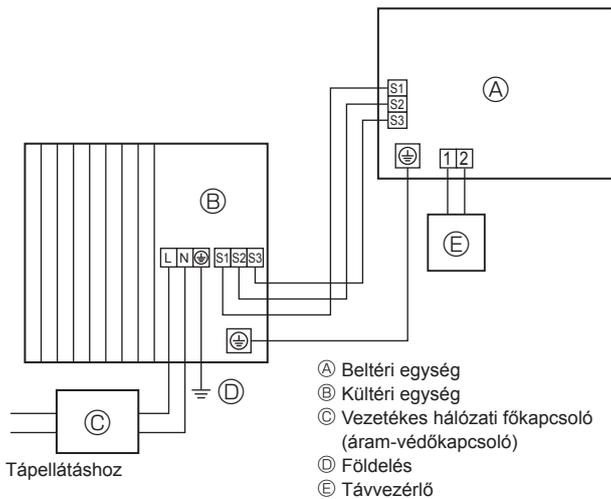
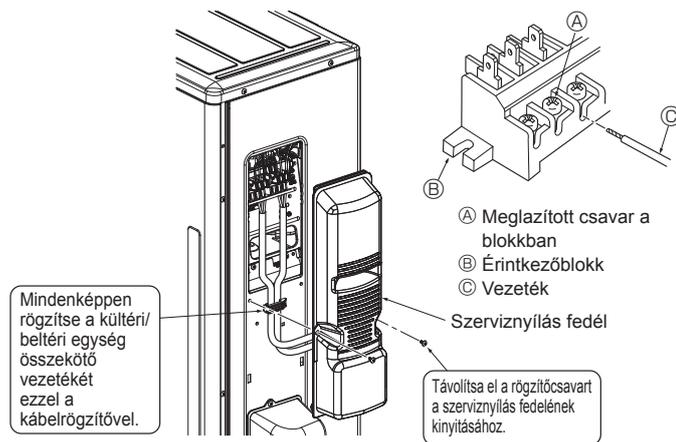
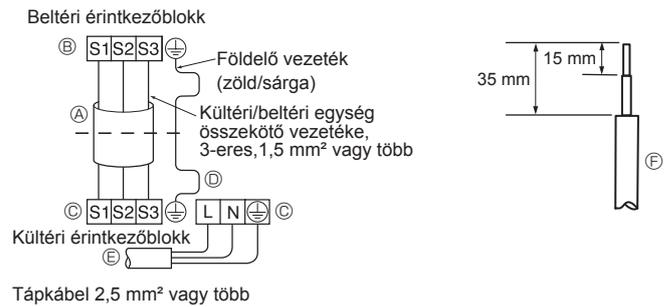

Fig. 6-1
Fig. 6-3
Fig. 6-2
### 6.1. Kültéri egység (Fig. 6-1, Fig. 6-2, Fig. 6-3)
- ① Távolítsa el a szerelőnyílás-fedelelet.
- ② Csatlakoztassa a huzalokat a Fig. 6-1, Fig. 6-2 és Fig. 6-3 szerint.
- A vezetékvezést a bal oldalon lent található ábra szerint végezze el. (A kábelt helyben szerezze be) (Fig. 6-2)